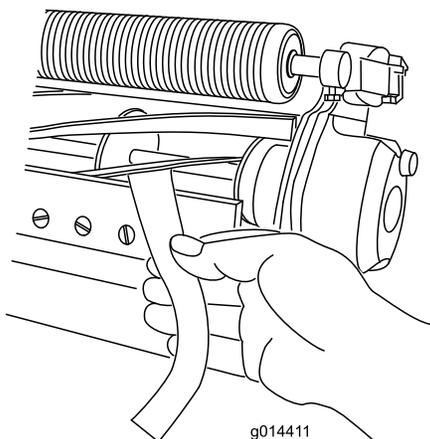

Figura 5
2. Porca do parafuso de ajuste da barra de apoio (2)
B. Insira uma fita comprida de papel de desempenho de corte entre o cilindro e a lâmina de corte, perpendicular à lâmina de corte (Figura 5) e, em seguida, rode **lentamente** o cilindro para a frente; deve cortar o papel; caso contrário, repita os passos A e B até que o faça.
11. Insira uma fita comprida de papel de desempenho de corte (Peça Toro N.º 125-5610) entre o cilindro e a lâmina de corte, perpendicular à lâmina de corte (Figura 5) e, em seguida, rode **lentamente** o cilindro para a frente; deve cortar o papel; caso contrário, rode cada parafuso de ajuste da barra de apoio no sentido dos ponteiros do relógio 1 clique e repita este passo até que corte o papel.